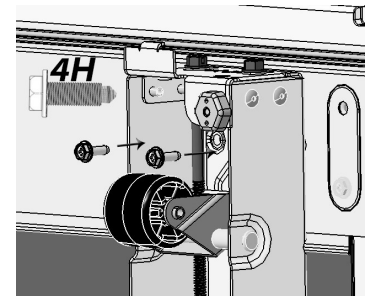
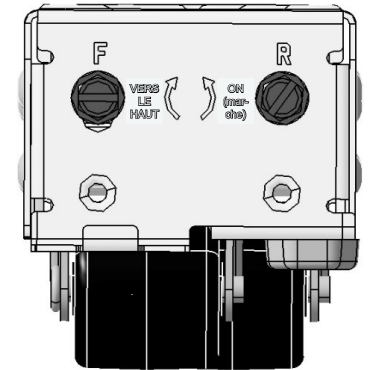

Fig. 5
Fig. 6
- c. À l'aide des boulons 4H de l'étape 1, fixez l'avant de l'assemblage du niveleur au réfrigérateur/congélateur à l'aide d'un tourne-écrou de $\frac{5}{16}$ po (Fig. 5). Pour les étapes 3b et 3c, si vous avez besoin de plus d'espace pour le tourne-écrou, tournez le boulon étiqueté F dans le sens horaire (Fig. 6) à l'aide d'un tournevis à tête plate ou d'une clé à douille de $\frac{3}{8}$ po.
11. a. Faites glisser la garniture latérale gauche en place en guidant soigneusement les crochets de la garniture latérale dans les fentes de fixation de la garniture latérale. La Fig. 5 montre une vue intérieure.